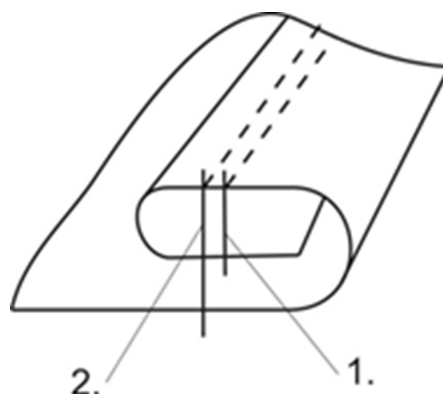

Рисунок 3
10. Оборку рукава нужно присборить по верхнему срезу до указанной на лекале длины. Для этого проложите две машинные строчки с максимальной шириной стежка, без закрепок и оставите длинные хвостики для стягивания: первую строчку от среза 5 мм, вторую от среза 13 мм. Нижний срез оборки обработать «московским швом»: загнуть 7 мм, проложить строчку на 1 мм от сгиба. Затем подрезать припуск до 0,3 см от сгиба. Далее снова загнуть, и прострочить в первую строчку (Рис.3);